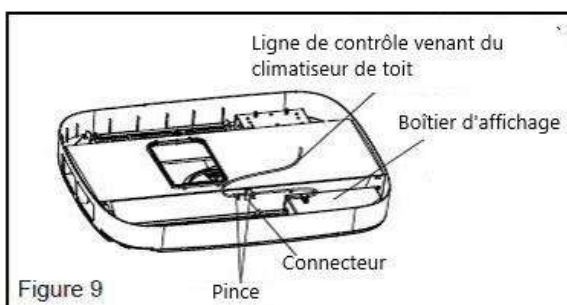

Figure 9
6. Connectez les trois connecteurs (ou quatre) et fixez la pince (voir Figure 9 et Figure 9-1). Le connecteur doit être placé au-dessus de la plaque de l'unité intérieure, et il doit être plus haut que la pince.